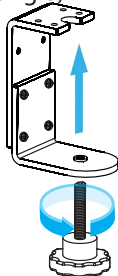

Abbildung 8
1. Schrauben Sie den **Drehknopf** durch das **Loch** in der **Tischklemme**. (Abbildung 8)